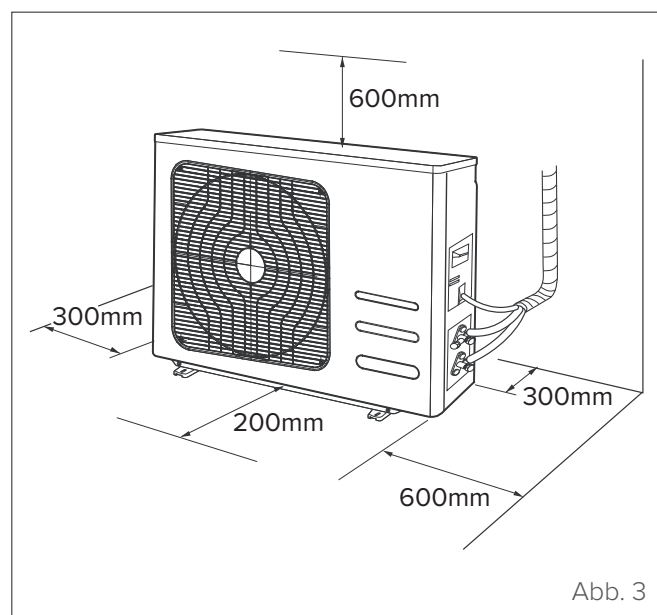

Abb. 3
- der für die Installation verfügbare Platz muss den angegebenen Anforderungen entsprechen (siehe "Abb. 3")